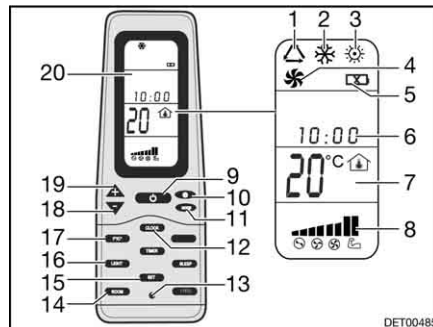

Fig. 208 Mando a distancia
- Pulsar la tecla ON/OFF (Fig. 208,9).
- Pulsar la tecla "Mode" (Fig. 208,11) las veces que sean necesarias hasta que se visualice el modo de funcionamiento deseado (Fig. 208,1, 2, 3 ó 4) en el display (Fig. 208,20).
- Ajustar la temperatura deseada con las teclas "+" (Fig. 208,19) y "-" (Fig. 208,18).
- Seleccionar la etapa deseada del ventilador con la tecla Velocidad del ventilador (Fig. 208,10).
Desconectar: ■ Pulsar la tecla ON/OFF (Fig. 208,9).